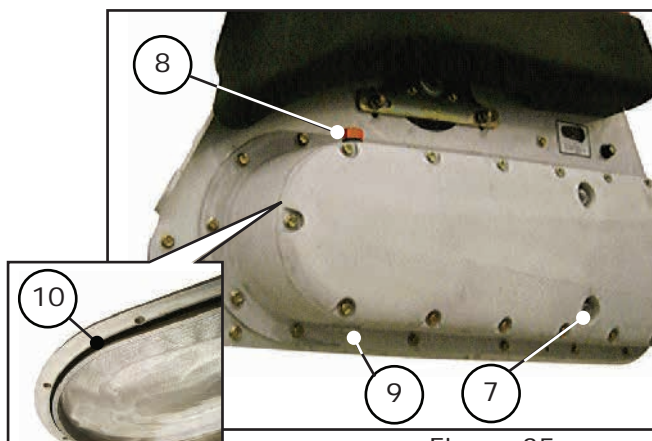

Figura 35
A lubrificação da corrente de transmissão lateral esquerda é feita através do tampão de abastecimento (1). Para isso, remova o bujão de drenagem (2) figura 35 e complete até esse nível. Utilize o óleo recomendado a seguir.
A cada 100 horas de operação da plataforma, deve ser inspecionado o nível de óleo lubrificante da transmissão lateral. Para isso, deve-se posicionar a plataforma no chão, sendo em um local plano, aguardar alguns instantes para que o óleo se deposite no fundo e verificar o nível pelo visor (7) figura 35, conforme instrução do adesivo.